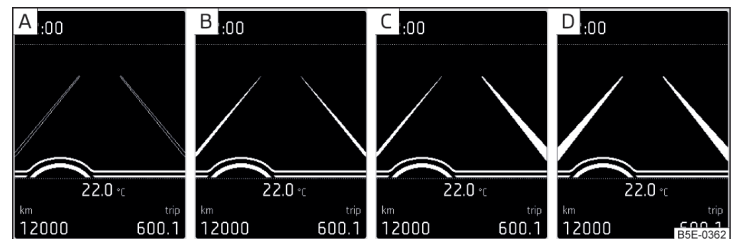
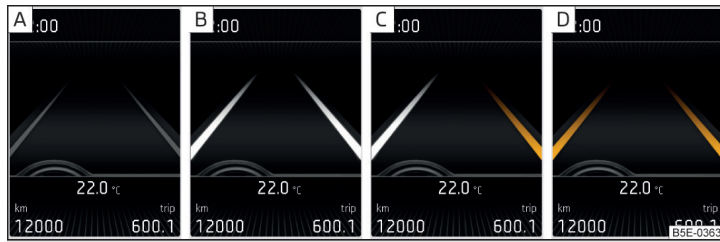

Abb. 283 **Monochromatisches Display des Kombi-Instruments: Beispiele der Systemanzeigen**
Abb. 284 Farbiges Display des Kombi-Instruments: Beispiele der Systemanzeigen
**Systemanzeigen** » Abb. 283 und » Abb. 284